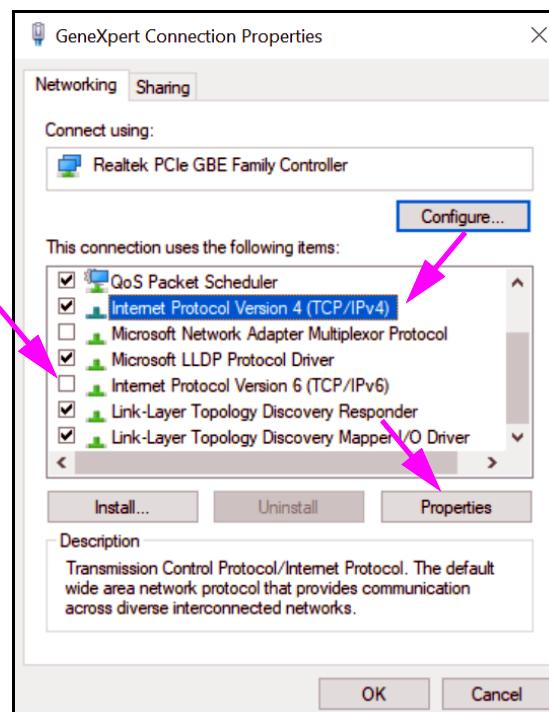

Figura 2-48. Ecrā GeneXpert Connection Properties (Propriedades de ligação do GeneXpert)
7. Selecione **Properties (Propriedades)** no menu pendente. É apresentado o ecrā mostrado na figura 2-48.
- No ecrã GeneXpert Connection Properties (Propriedades de ligação do GeneXpert) (apresentado na figura 2-48), desmarque a caixa de verificação junto de **Internet Protocol Version 6 (TCP/IPv6) [Protocolo IP Versão 6 (TCP/IPv6)]**. Realce **Internet Protocol Version 4 (TCP/IPv4) [Protocolo IP Versão 4 (TCP/IPv4)]** e, em seguida, clique em **Properties (Propriedades)**. Aparece o ecrã Properties (Propriedades) do Internet Protocol Version 4 (TCP/IPv4) [Protocolo IP Versão 4 (TCP/IPv4)].